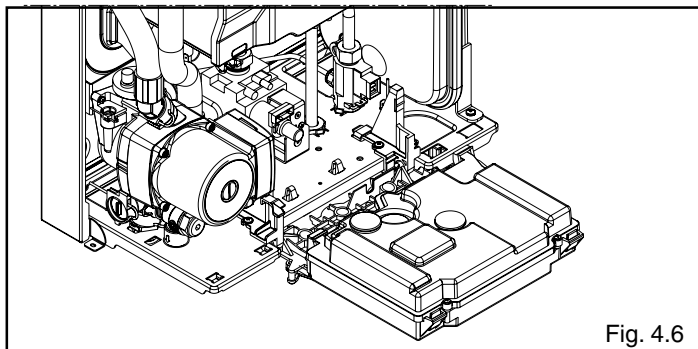

Fig. 4.6
- Ruotare il cruscotto in avanti (fig. 4.6)